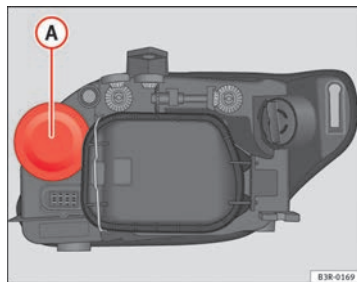

Abb. 208 Fernlicht
- Ziehen Sie die Gummikappe **(A)** → Abb. 208 ab.